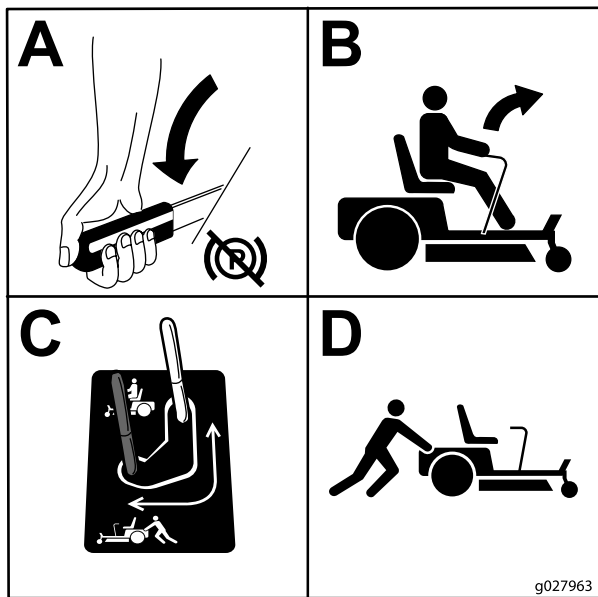

Figura 29
3. Para empujar la máquina, mueva las palancas de desvío hacia atrás y hacia fuera para bloquearlas en esa posición (Figura 29).
- Para conducir la máquina, mueva las palancas de desvío a la posición delantera (Figura 29).